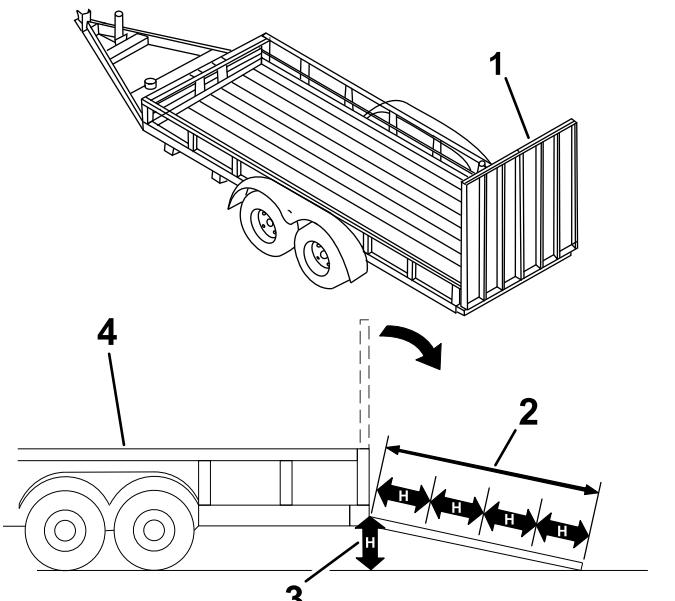

Bild 25
Das Laden einer Maschine auf einen Anhänger oder einen Lastwagen erhöht die Umkippgefahr und könnte schwere oder tödliche Verletzungen verursachen (Bild 25).
3. Die Rampe absenken (Bild 25).